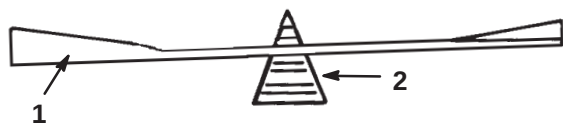

Abbildung 25
2. Die Auswuchtung des Schnitmessers auf einer Messerwaage überprüfen (Abb. 25). Wenn das Schnitmesser in horizontaler Position bleibt, ist es ausgewuchtet und kann wiederverwendet werden. Wenn das Schnitmesser nicht ausgewuchtet ist, an der Rückseite des Messers etwas Metall abfeilen. Diesen Vorgang wiederholen, bis das Messer ausgewuchtet ist.